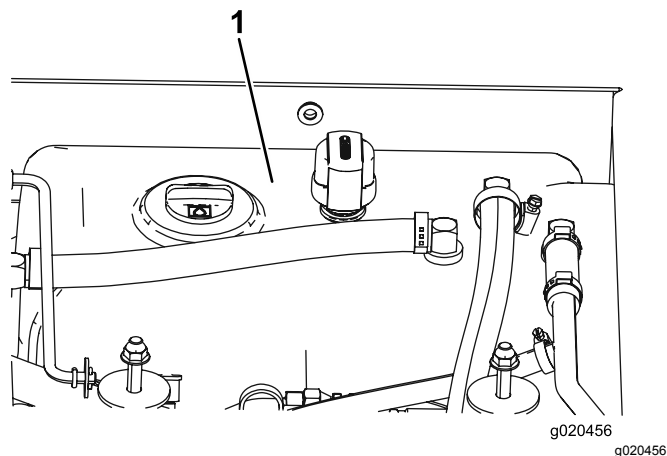

Figura 117
4. Riempite il serbatoio (Figura 117) di fluido idraulico; fate riferimento a Controllo del fluido idraulico \(pagina 80\).